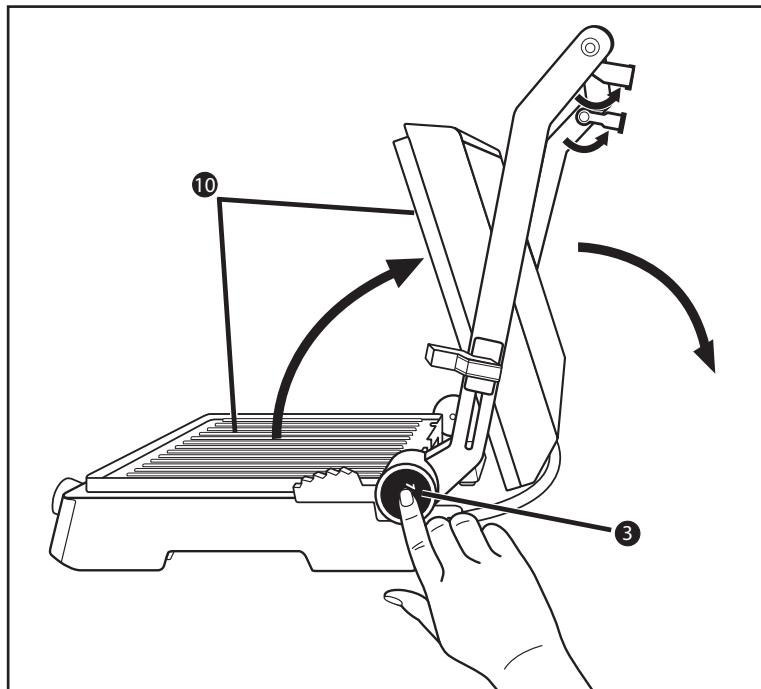

Bild 1
- 1) Fäll ut de båda stödfötterna **1** (bild 1).
- 2) Tryck på öppna-knappen  $180^\circ$  **3** (bild 1) och öppna locket så mycket, att båda värmeplattorna **10** kan användas som bordsgrill.